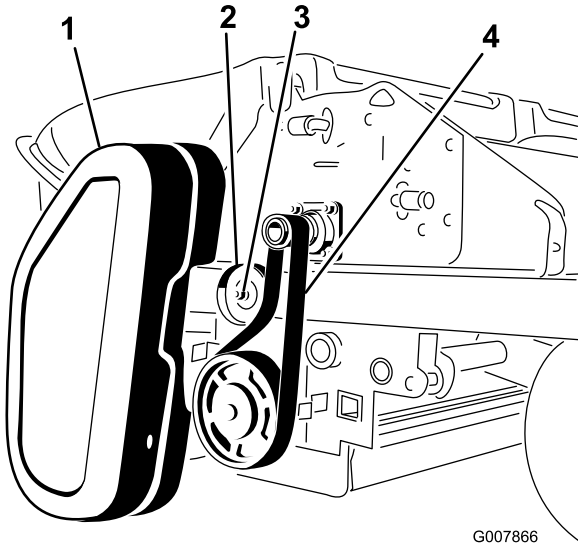

Bild 59
1. Entfernen Sie die Riemenabdeckung (Bild 59).
2. Lockern Sie die Mutter an der Spannscheibe (Bild 59).
3. Schieben Sie den Riemen von der Häkslerwelle und der Bürstenscheibe (Bild 59).